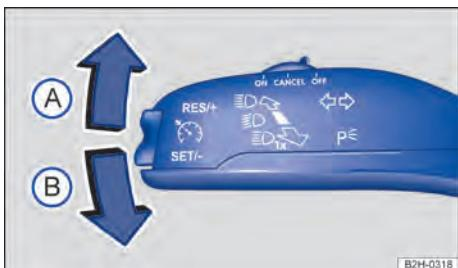

Fig. 73 À esquerda na coluna de direção: alavanca dos indicadores de direção e do farol alto.
- Leve a alavanca dos indicadores de direção e do farol alto da posição central para a seguinte posição → Fig. 73: